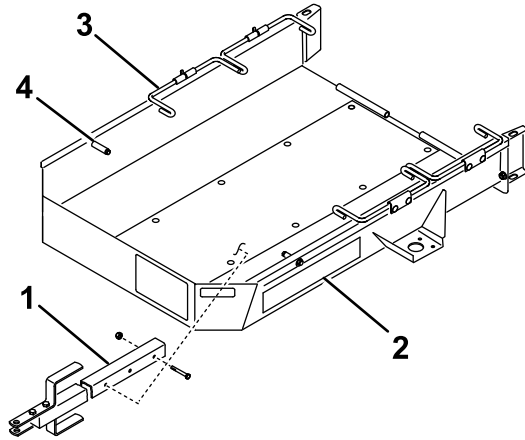

Figura 1
1. Monte la barra de tracción en el soporte de montaje de la cara inferior de la plataforma del remolque con 2 pernos ($\frac{3}{8}$ " x $2\frac{3}{4}$ ") y 2 contratuercas (Figura 1).
6. Pivote hacia abajo el primer juego de varillas de sujeción de la rueda, detrás de las ruedas de transporte (Figura 1).
4. Mueva el acelerador a la posición más lenta y conduzca la máquina **lentamente** hasta que las ruedas de transporte toquen los topes del remolque (Figura 1).